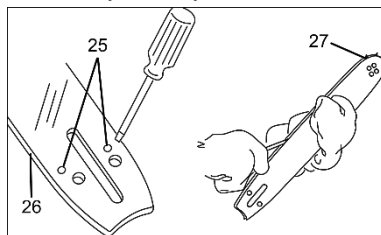

Рисунок 5
- Перевірте, щоб канал для оливи (25, рисунок 5) та спрямовувальний паз на напрямній шині (26, рисунок 5) не були засмічені. При необхідності прочистьте їх.
- Перевірте, чи вільно обертається зірочка (27, рисунок 5) на вістрі напрямної шини. Якщо після виконання всіх зазначених вище заходів робота системи змащення не відновилася, слід звернутися до фірмового сервісного центру ТМ Mächtz.